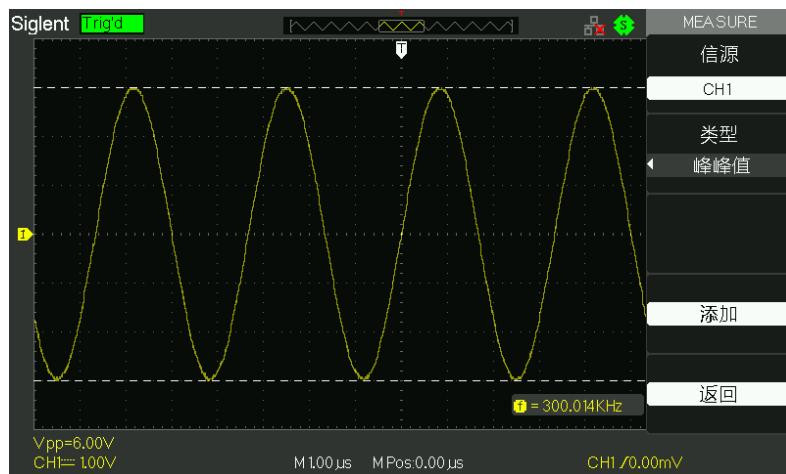

图 2-46 光标自动测量
5. 按【类型】选项按钮或旋转万能旋钮选择您要测量的电压参数类型，按下“添加”软键显示测量值。如图 2-46: